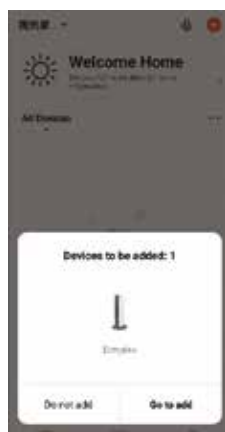

FIG.2
2. Po zalogowaniu aplikacja automatycznie zeskanuje i doda kominek do aplikacji (RYS. 2). Dotknąć „Go to add”, aby przejść do opcji na RYS. 3. Dotknąć „NEXT”, aby przejść do opcji z RYS. 4. Dotknąć „Done”, aby zakończyć ustawienie Bluetooth.